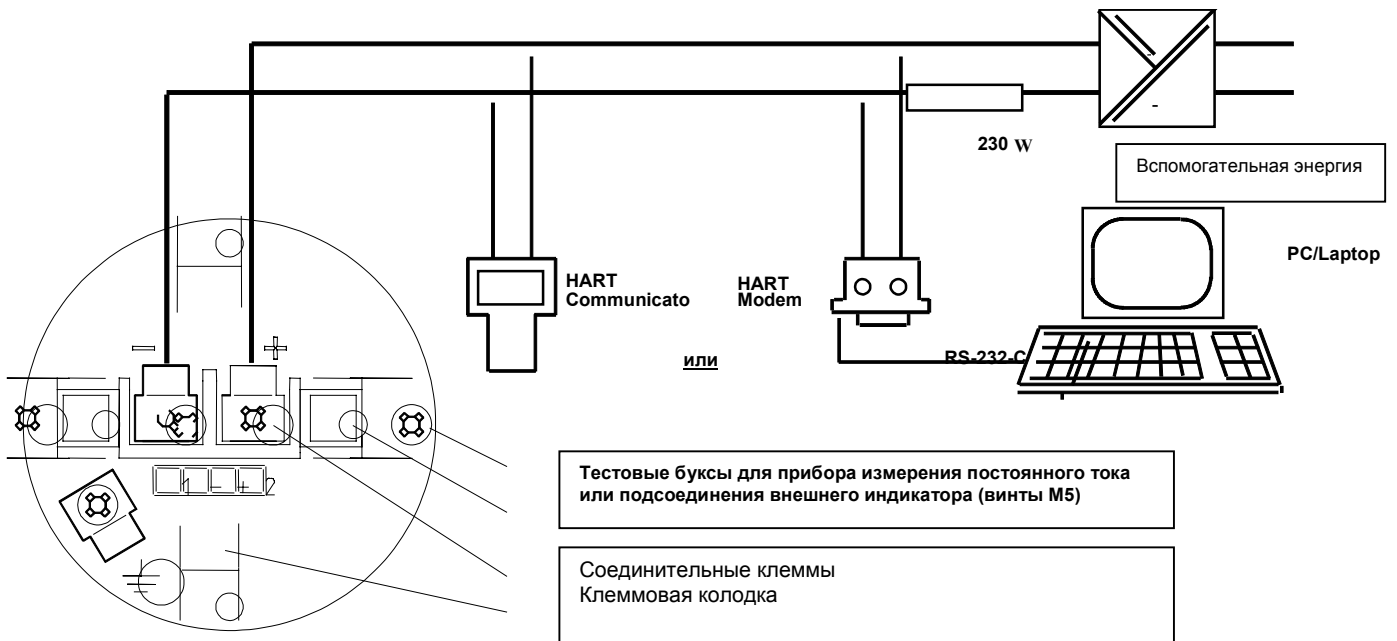
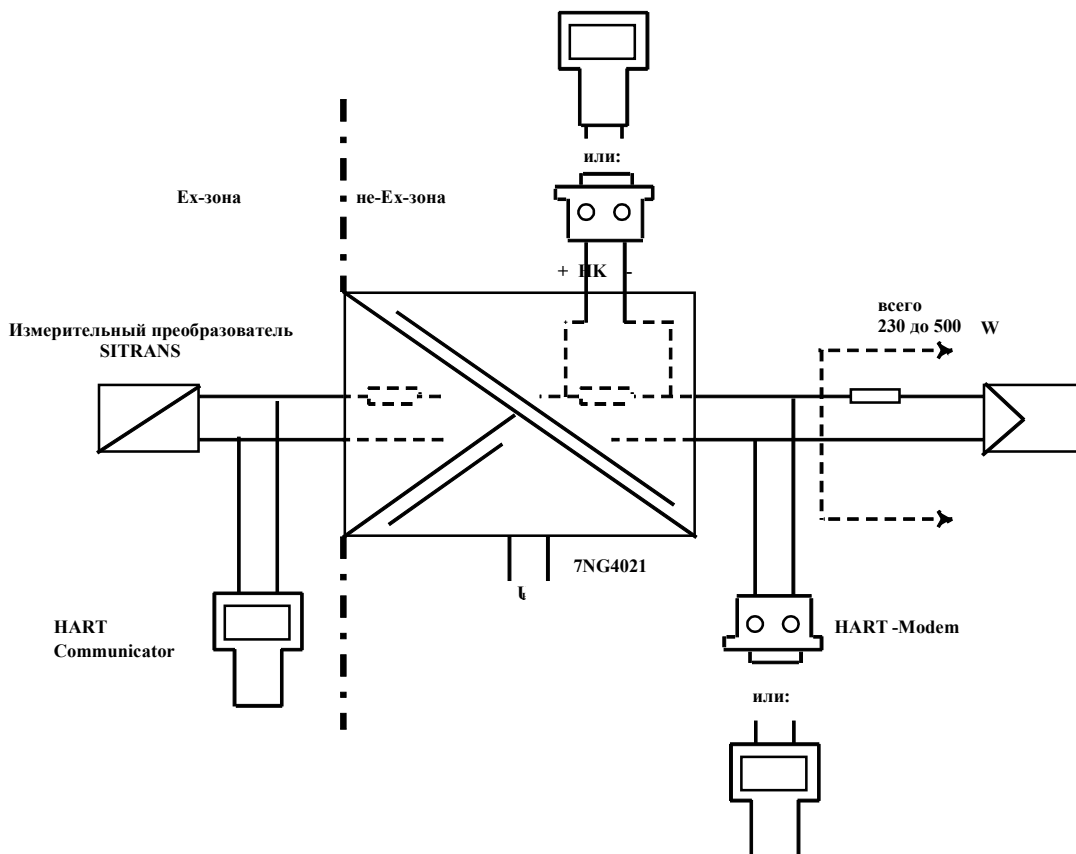

Рис. 2.4 Электрическое подсоединение, схема
Рис. 2.5 Электрическое подключение с питающим разделителем для измерительного преобразователя Smart
- Клеммная колодка (Рис. 2.4) может быть закреплена в четырех различных положениях (поворот на $\pm 90^\circ$ или $\pm 180^\circ$). При этом обратить внимание на то, что она может быть повернута только на макс. $\pm 180^\circ$ (исходя из положения при поставке). Не зажимать соединительный кабель при монтаже!
Для безупречной коммуникации необходима минимум одна полная проводимость нагрузки в трансформаторах напряжения в 230 В в сигнальном контуре (см. рис. 2.4). При использовании питающих разъединителей для измерительного преобразователя Smart, к примеру Siemens 7NG4021, полная проводимость нагрузки уже установлена в приборе (см. рис. 2.5). Питающий разъединитель с искробезопасным входным контуром (контур измерительного преобразователя) является одновременно надежным разделителем между искробезопасным и не искробезопасным электрическим контуром. К буксам, обозначенным НК могут быть подсоединены HART®-Modem или HART®-Communicator (рис. 2.5).